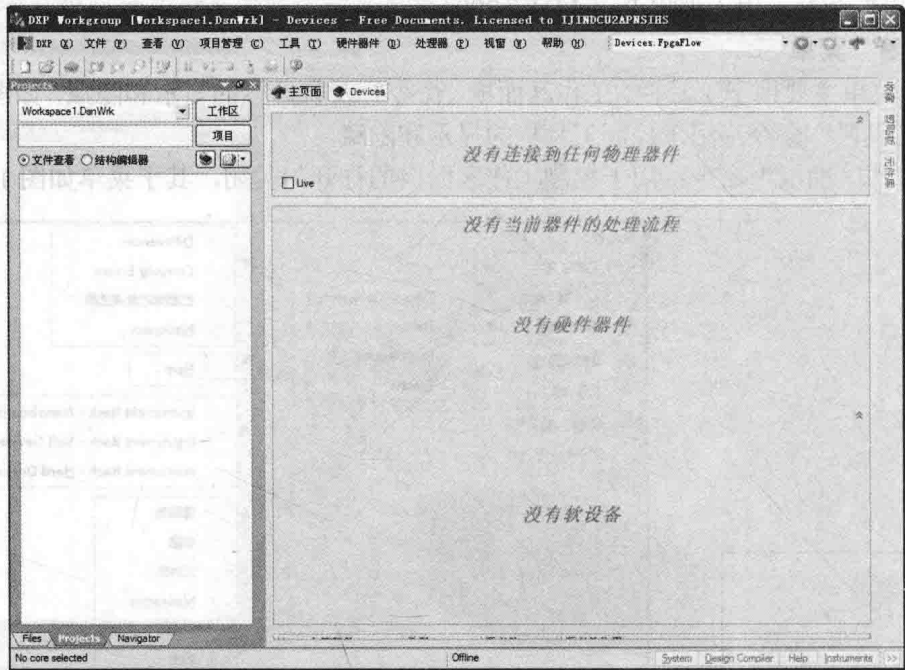

图 1-12 设备视图窗口
(4) “器件视图”命令：用于打开设备视图窗口，如图 1-12 所示。
- (6) “状态栏”命令：用于控制工作窗口下方状态栏上标签的显示与隐藏。
- (7) “显示命令行”命令：用于控制命令行的显示与隐藏。